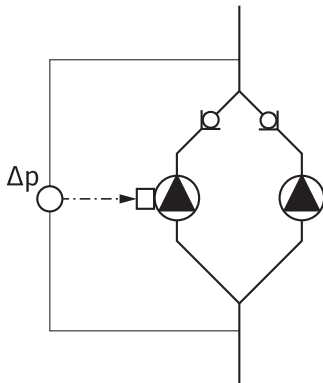

Fig. 13: Exempel, anslutning differens-trycksgivare
- I exemplet i fig. 13 är masterpumpen är den vänstra i flödesriktningen. På den pumpen ansluts differenstrycksgivaren.
Mätpunkterna på masterpumpens differenstrycksgivare måste ligga i sammelförret på sug- och trycksidan på tvillingpumpenläggningen (fig. 13).